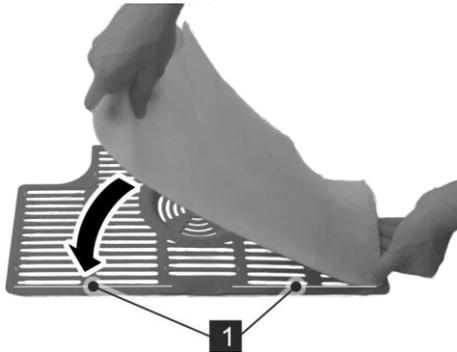

Abb. 30: Reinigungsfilter aufkleben
3. → Neuen Reinigungsfilter mit der klebenden Seite entlang der Markierung (Abb. 30/1) auf das Ansauggitter kleben.